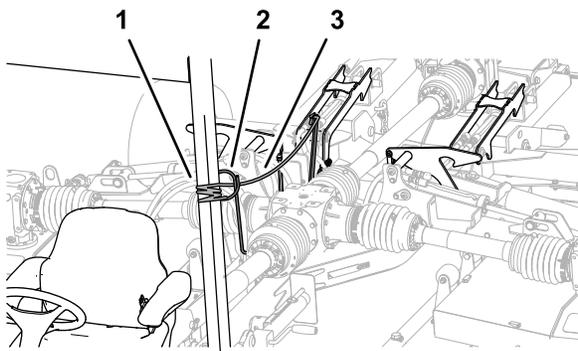

図 34
- ホースガイドからのデッキロックロープを運転席に導く 図 34。
2. デッキロックロープを、牽引車両のシャーシの動かない部分たとえば ROPS の柱材に縛り付ける 図 34。